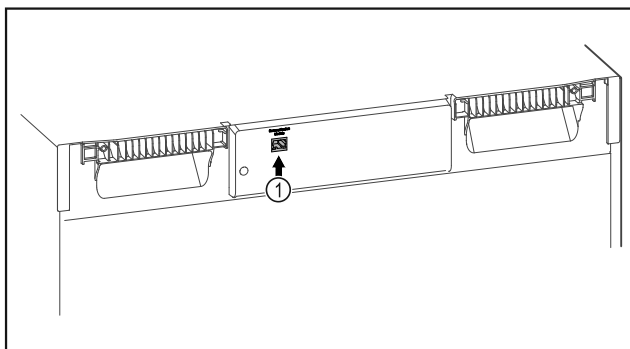

Fig. 102
- ☐ SmartModule Fig. 102 (1) er installert.